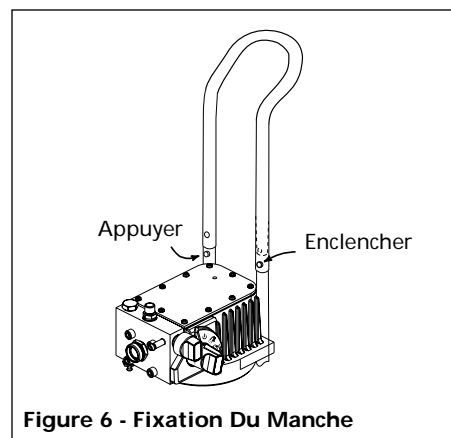

Figure 6 - Fixation Du Manche
7. Se tenir debout à l'arrière du modèle et étendre les mains sur le manche afin d'empoigner les bouts au fond du manche. Appuyer sur les Fermoirs Valco en utilisant votre pouce et votre index et appuyer sur le manche jusqu'à ce qu'elle soit en position sur les fermoirs. Placer vos mains sur le haut du manche et l'enfoncer jusqu'au bout (Voir Figure 6).